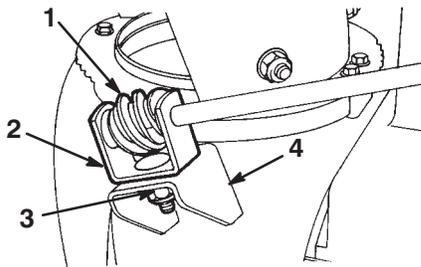

Bild 12
2. Fetten Sie das Schneckengetriebe mit Nr. 2 Allzweckfett ein (Bild 12).
3. Bringen Sie das Schneckengetriebe und das Profilteil mit Schraube, tetragonaler Scheibe und Sicherungsmutter lose am Montageflansch an (Bild 12).
4. Schieben Sie das Schneckengetriebe in den Zahnkranz des Auswurfkanal-Halterings und ziehen Sie die Sicherungsmutter fest (Bild 12).